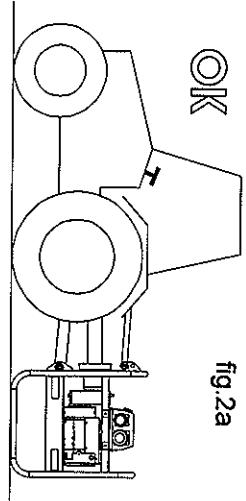

fig.2c
- Aumentare gradatamente il numero di giri fino a che il frequenzimetro indica 52-53Hz, e verificare che la tensione a vuoto rilevata sia corretta (fig.2c)
- Gradually increase rpm until the frequencymeter reaches 52-53Hz and check that in this condition the measured no-load voltage is correct (fig.2c)
- Augmenter graduellement le nombre de tours, jusqu'à ce que le fréquencemètre indique 52-53Hz, et vérifier que la tension à vide mesurée par le voltmètre est correcte. (fig.2c)
- Al aumentar paulatinamente el número de revoluciones, hasta que el frecuencímetro indique 52-53Hz, y comprobar que la tensión eléctrica en vacío medida por el voltímetro sea correcta (fig.2c).